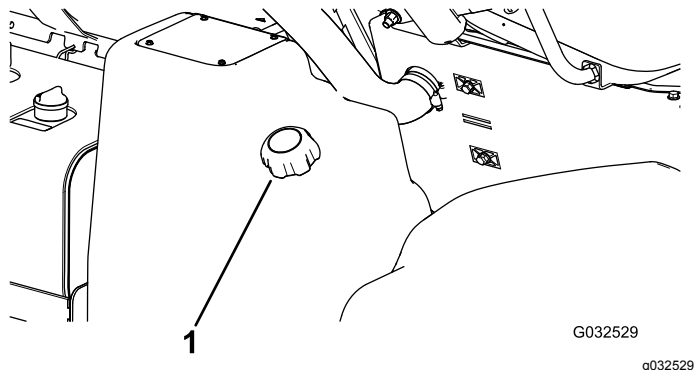

図 19
2. 燃料タンクのキャップ 図 19 の周囲をきれいに拭く。